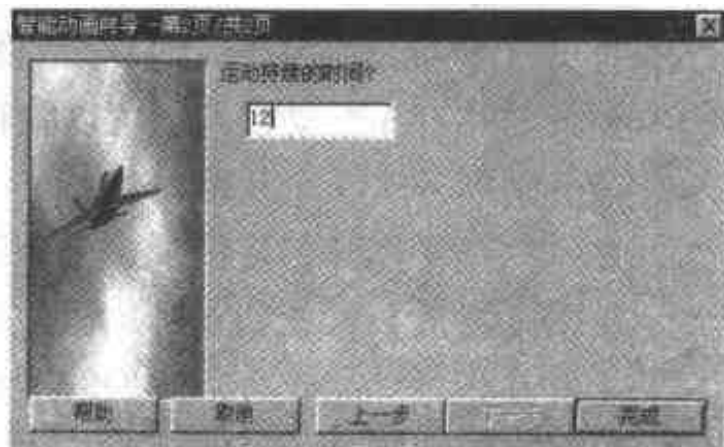

图 5.4 设定运动方式和时间
- (3) 弹出【智能动画向导】对话框，如图 5.4 所示，在该对话框中选择运动类型和时间。单击【完成】按钮，由于主动轮具有动画属性，因此它将绕其中心轴做顺时针旋转。